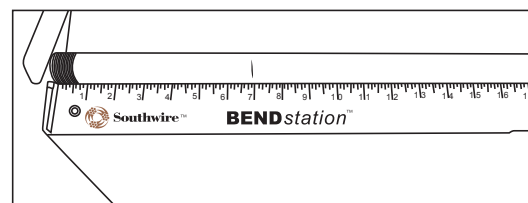
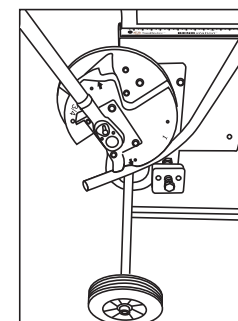

Fig. 1
Fig. 2
- a. Coloque el conducto sobre la regla de 60" proporcionada y deslice el conducto hacia el extremo izquierdo y empalme contra el tope del conducto para hacer marcas a las longitudes deseadas (Fig. 1).
6. Si realiza el plegado en un conducto de 1" o más grande, utilizar el sistema de trinquete permitirá que el operador utilice el peso del cuerpo para aumentar la fuerza de plegado con un esfuerzo mínimo. Para utilizar este sistema, cambie el trinquete para habilitar que el asa de plegado se coloque en un ángulo de 30 grados desde el suelo antes del plegado. Cambie el trinquete (4) nuevamente de modo que se pueda aplicar presión al cabezal de plegado en un movimiento hacia abajo.
8. Cuando finalice el plegado, levante el asa hasta una posición vertical y gire el conducto hacia afuera desde la zapata (Fig. 2).